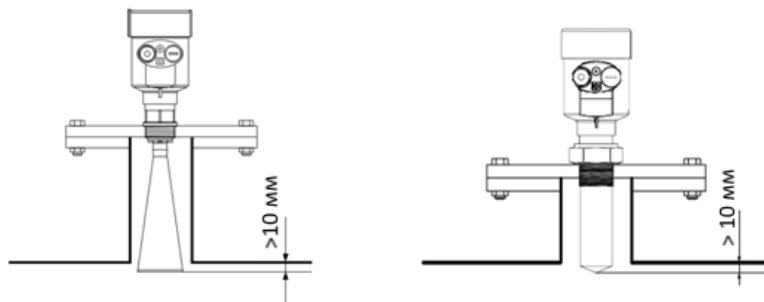

Рис.4.4. Пример монтажа уровнемера на трубке.
6. Рекомендуется проводить монтаж уровнемера таким образом, чтобы антенна радарного уровнемера ЭЛМЕТРО-РПУ выступала из патрубка минимум на 10 мм (см. Рис.4.4).